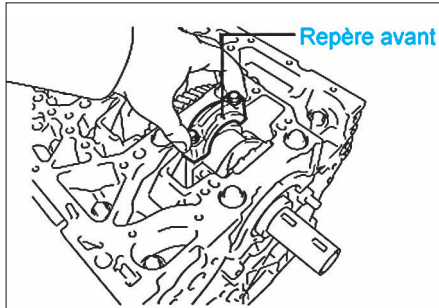

FIG. 67
- reposer les chapeaux de bielle (huiler les filets et sous tête de vis), en s'assurant que le sens est respecté (fig. 67).